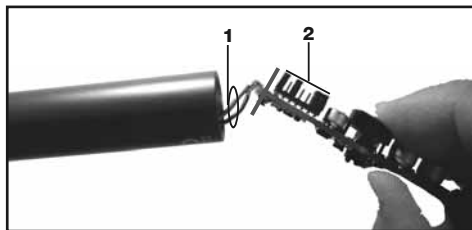

Fig. 3: Inserir a placa na carcaça
- Veja fig. 3.
- Para evitar que a placa seja bloqueada na carcaça certifique-se de que os fios conectores (1) não se encontram encima das conexões de arame (2). Pode controlar ao inserir mais uma vez na abertura para a tecla ON/OFF.